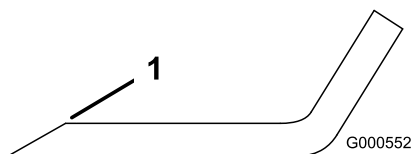

Figura 63
- Utilize uma lima para afiar a aresta de corte em ambas as extremidades da lâmina (Figura 63).
Nota: Se lâmina não estiver equilibrada, lime algum metal da extremidade da aba apenas (Figura 63).